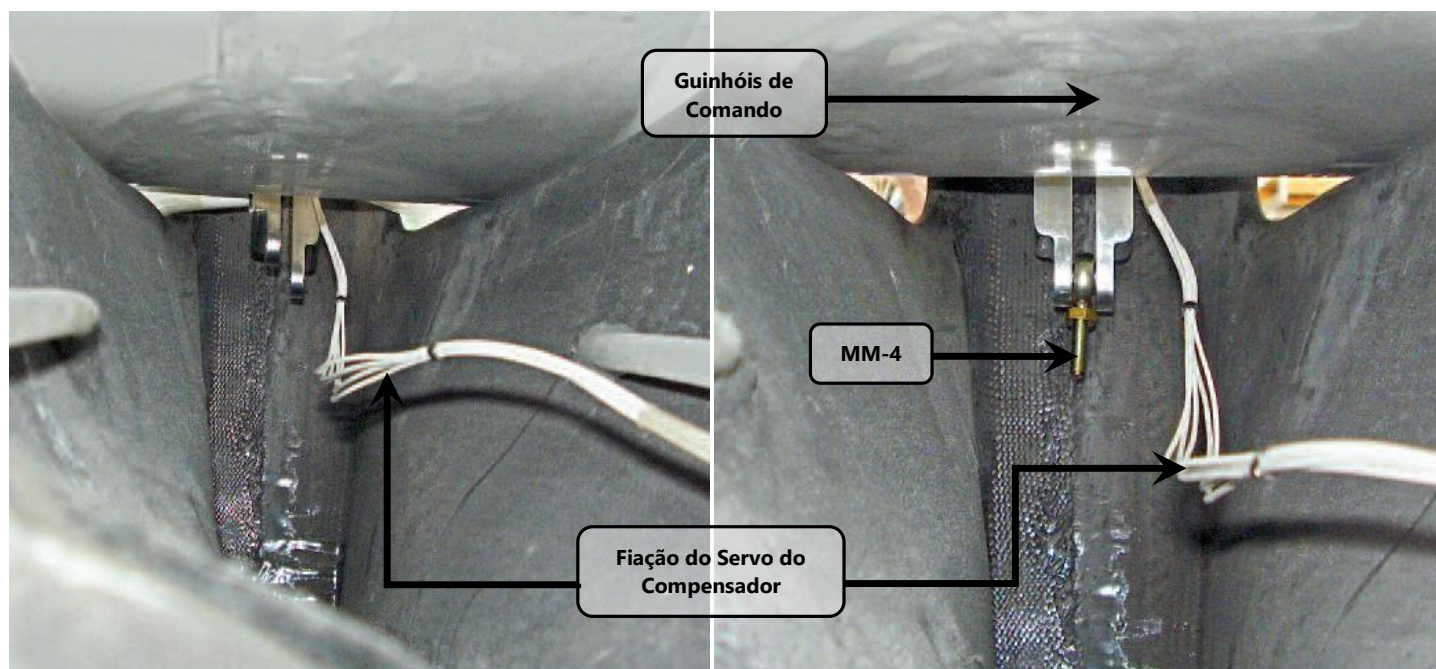

Figura 55.20.21 – Guinhóis do profundor (vista interna do cone de cauda).
12. Instalar a rótula MM4 entre os terminais dos guinhóis dos profundores, ver figura 55.20.21. As figuras seguintes mostram esta instalação no interior do cone de cauda do Quasar.